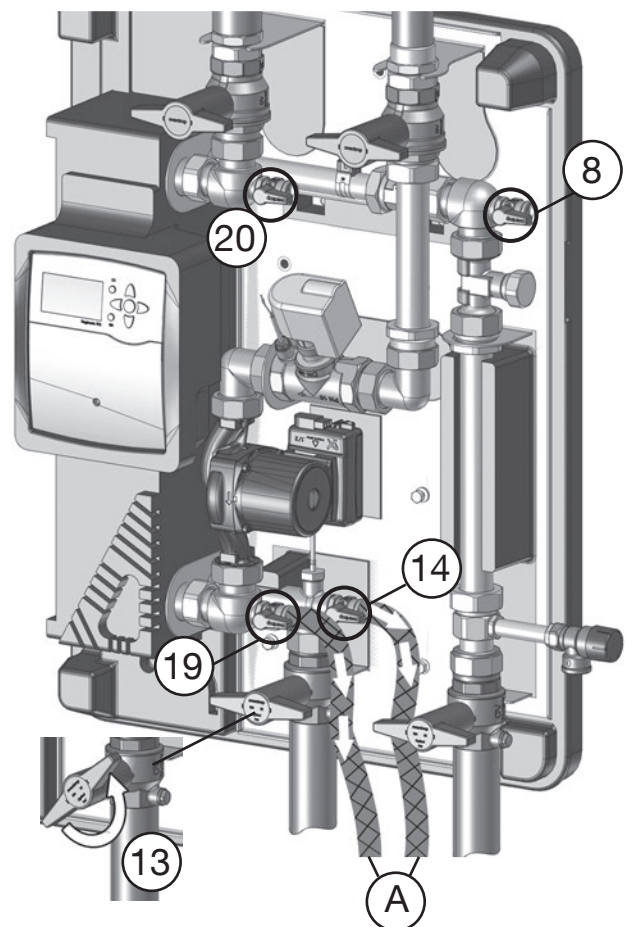

Abb. 8.1: Speicherkreis und Trinkwasserkreis der Frischwasser-Station entleeren
4. Station entleeren. Dazu Ablass-Schläuche (A) an die KFE-Kugelhähne 19 und 14 (siehe Abb. 8.1) anschließen und Kugelhähne öffnen.